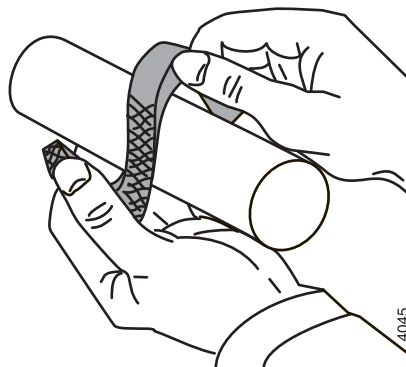

Bild 12: Öppning av packningsringar för packboxpackning.
- 5 Böj upp den första packningsringen som i bild 12 och för den om axeln. Tryck fast ringen ordentligt med hjälp av en lämplig, kluven rörbit.
- 1 Sätt in de 5 packningsringarna. Sätt på de 5 packningsringarna med varannan öppning åt samma håll. Packningsringarna får böjas upp endast i axialled, se bild 12 på sidan 30.